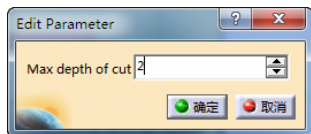

图 6-20 “Edit Parameter”
- 双击“Max depth of cut”，在弹出的“Edit Parameter”选项卡(1)中输入“2”mm，如图 6-20 所示。